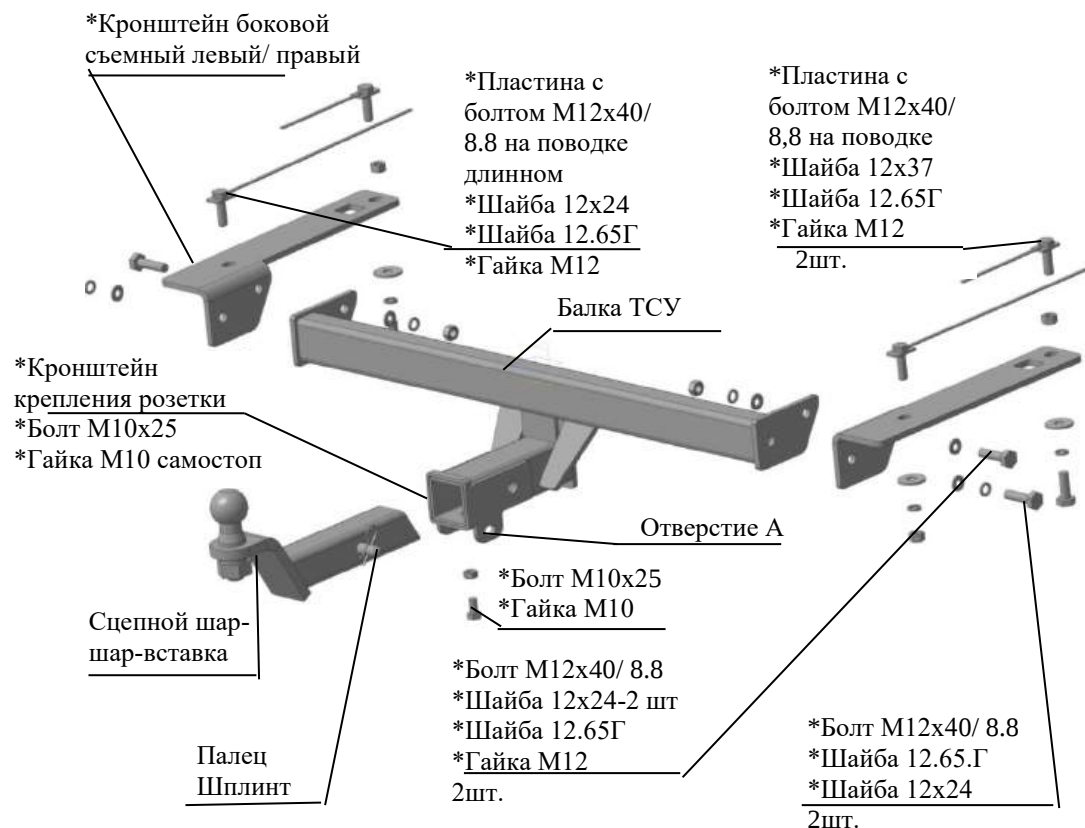

Рис.1 Тягово-цепное устройство 8222
4.1 Вставить болты на поводке в квадратное отверстие левого съемного кронштейна, загнув поводок. Установить кронштейн к нижней полке левого лонжерона, вставив болты на поводке в левый лонжерон к соответствующим отверстиям, закрепить гайками М12, установив между гайками и боковым кронштейном шайбы 12.65Г и шайбы 12х24/ 37 , соответственно рис.1. Крепеж не затягивать.
4.3 Закрепить балку ТСУ к боковым съемным кронштейнам крепежом соответственно рис.1, предварительно подрезав центральный нижний выступ бампера по месту (30 мм глубиной). Крепеж не затягивать.
4.7 Установить кронштейн крепления розетки (на рис.1 условно не показан) к отверстию, симметричному отверстию “А” и закрепить, как показано на рис.1. Наживить гайку М10 на болт М10х25, установить болт в приварную гайку в нижней поверхности трубы.
2.1 ТСУ 8222 в сборе (рис.1)	1 шт.
2.2 Пакет с комплектующими (см. рис.1)	1 шт.